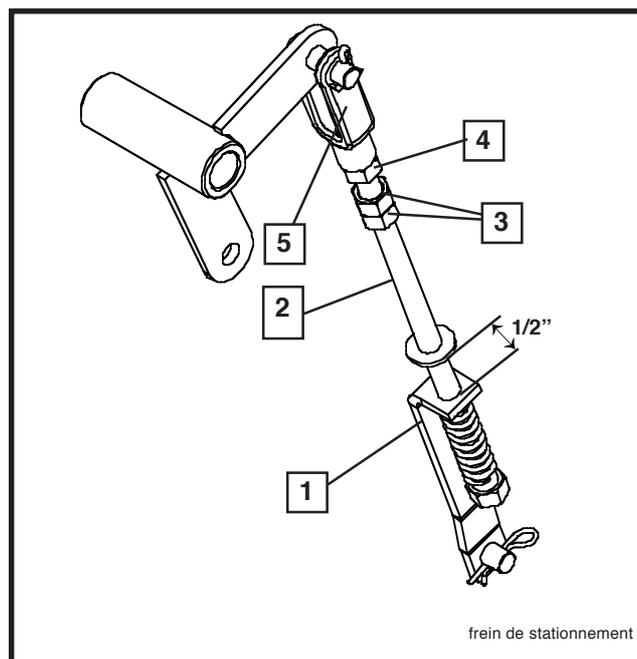

FIGURE 21
- Sinon, desserrez l'écrou contre la fourche et tournez la tringlerie secondaire à l'aide des doubles écrous jusqu'à obtention d'un espace de 1/2" de chaque côté. Voir la Figure 21.